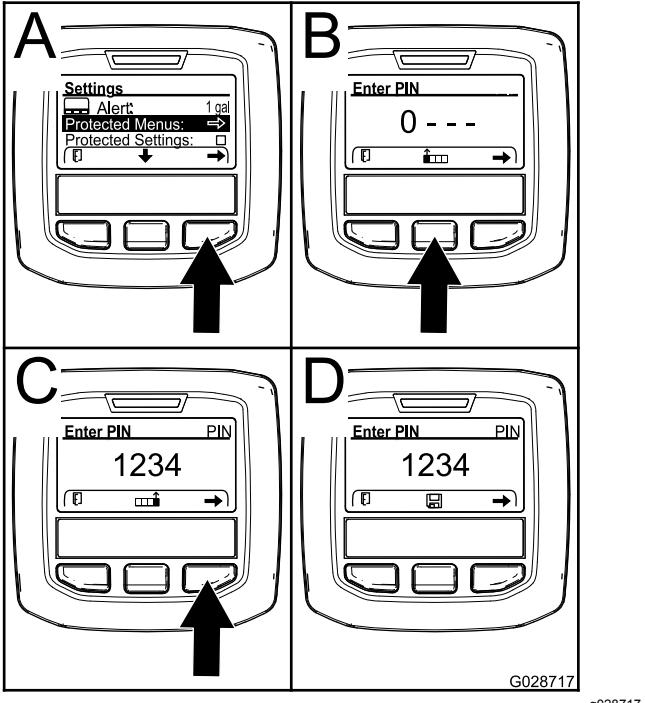

図 72
- 右ボタンを押して保護メニューProtected Menusを選択する図 72のA。
- 数を大きくするには中央ボタン図 72のBを押す。
- カーソルを右の桁に移動させるには右ボタン図 72のCを押す。
- 注** 中央ボタンの上に「保存」アイコンが表示されます(図 72のD)。